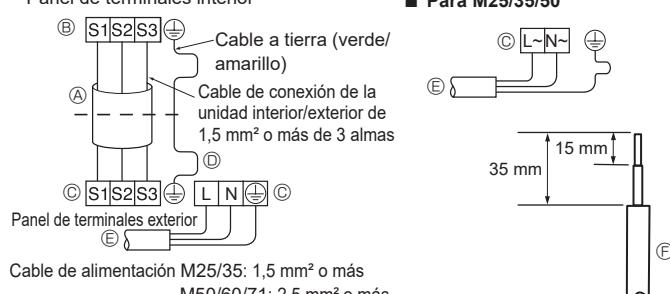
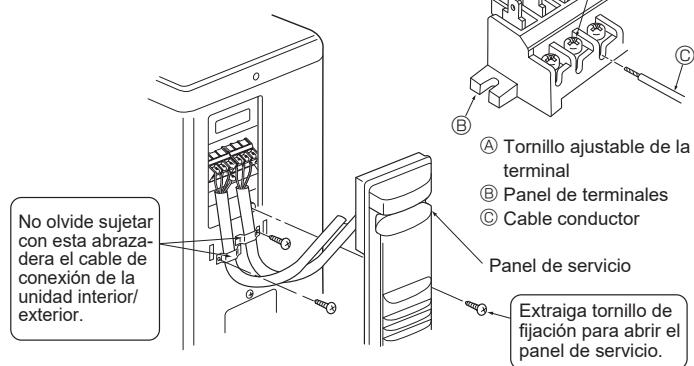
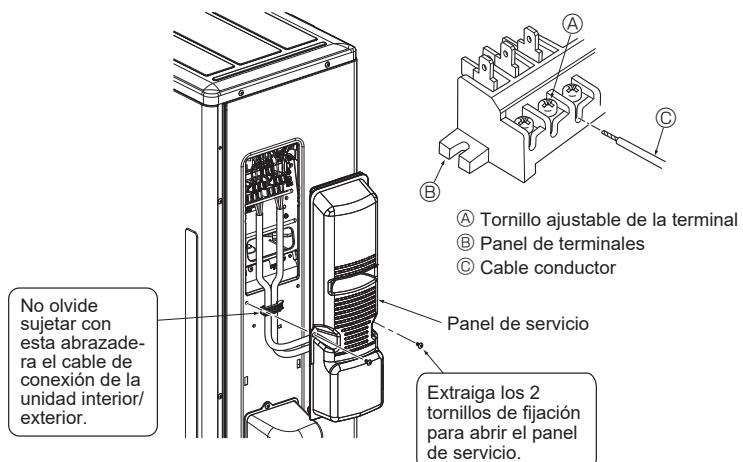

**Fig. 6-1**
**Fig. 6-2**
Fig. 6-5
### 6.1. Unidad exterior (Fig. 6-1, Fig. 6-2, Fig. 6-3, Fig. 6-4, Fig. 6-5)
- ① Retire el panel de servicio.
- ② Conecte los cables de acuerdo con la Fig. 6-1, Fig. 6-2, Fig. 6-3, Fig. 6-4 y la Fig. 6-5.
- Realice el tendido eléctrico como muestra el diagrama inferior izquierdo (los cables no vienen incluidos). (Fig. 6-2)